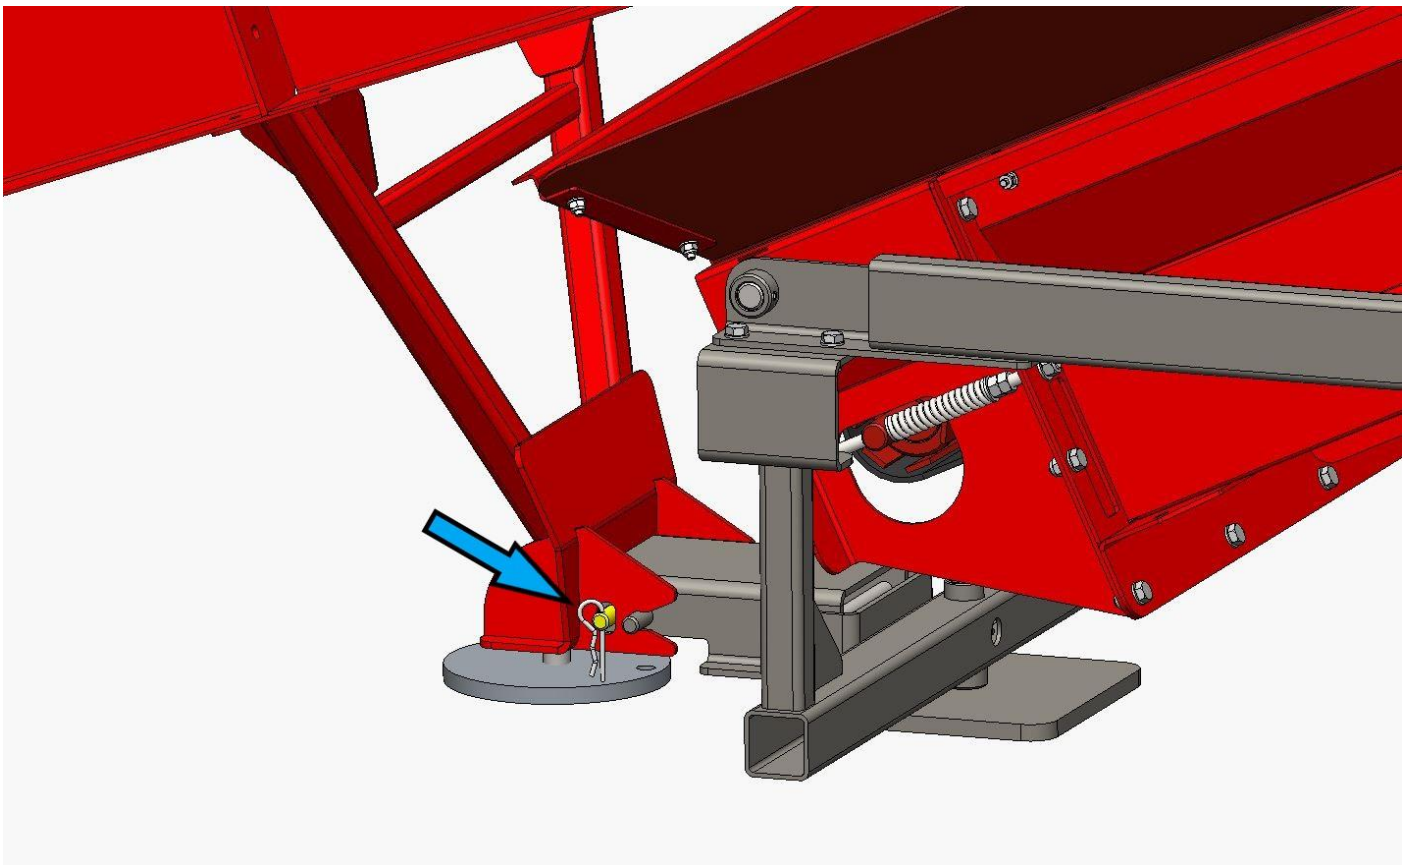

Abb. 1.
1. Verbinden Sie den Förderer mithilfe eines Bolzens und eines Splints mit dem Sägespaltautomat, wie in Abbildung 1.
Die Drehgeschwindigkeit des Ausstoßförderers kann stufenlos mit Regelschraube C (in Abb. 3) eingestellt werden. Wenn der Förderer aus irgendeinem Grund blockiert wird, muss der Ausstoßförderer mit Hebel B (in Abb. 1) angehalten und die Maschine abgestellt werden, bevor die Störung behoben wird. Befindet sich die Störung am Ende des Förderers, z. B. Holz sitzt zwischen dem Förderer und der möglichen Verlängerung des Förderers fest, kann das Band mit Hebel B (in Abb. 1) ein kurzes Stück zurückgefahren werden.